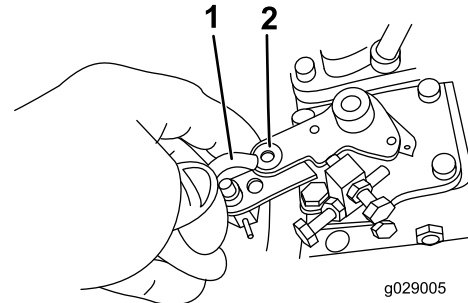

Bild 5
- Entfernen Sie den Magnetsperrenarm vom Motorstopp-Hebel (Bild 5).
- Werfen Sie die Scheibe weg (Bild 5).